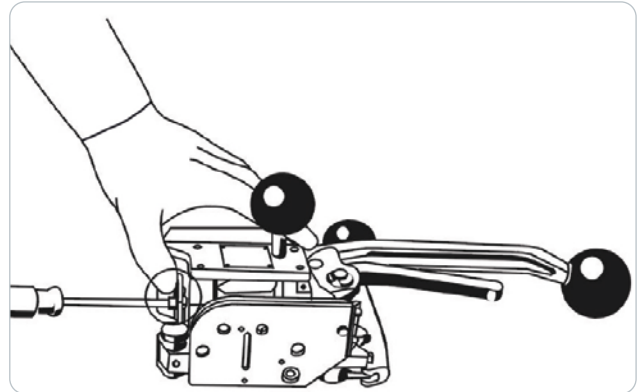

Figura 9: Regolazione della forza di foratura
1. Posizionare l'SU-M1219 su un tavolo da lavoro (vedere Figura 9).